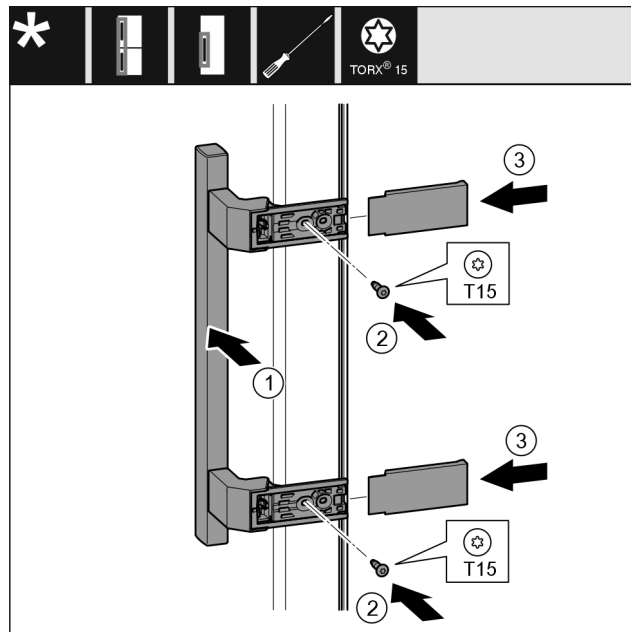

Fig. 26
- ▶ Griff Fig. 26 (1) auf der Gegenseite ansetzen.
- ▶ Schrauben Fig. 26 (2) mit Schraubendreher festschrauben.
- ▶ Abdeckungen Fig. 26 (3) seitlich ansetzen und aufschieben.